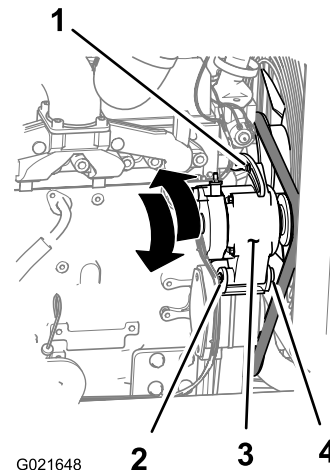

**Figure 145**
3. Desserrez l'écrou et le boulon au point de pivotement de l'alternateur (Figure 145).
4. Desserrez le boulon de réglage sur l'alternateur (Figure 145).
5. Éloignez l'alternateur du moteur pour accroître la tension de la courroie et rapprochez l'alternateur du moteur pour réduire la tension de la courroie (Figure 145).
6. Resserrez le boulon de réglage de l'alternateur (Figure 145).
8. Si la tension de la courroie est correcte, serrez l'écrou et le boulon au point de pivotement de l'alternateur (Figure 145); dans le cas contraire, répétez les opérations 4 à 7.